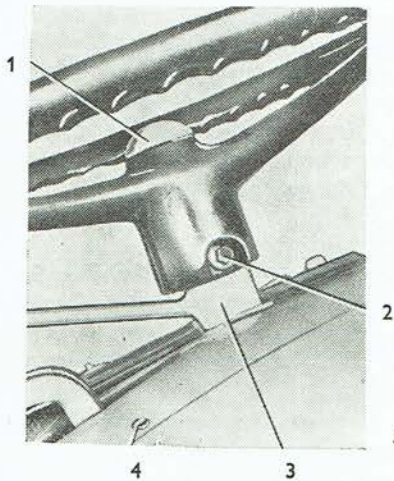

Abb. 88
6. Die Lenkradabdeckung (Abb. 88/1) ist abzunehmen, der Splint zu entfernen, die Kronenmutter aus der Welle auszuschrauben und das Lenkrad mit Hilfe des Lenkradabziehers abzuziehen.
7. Die Ölablaßschraube (Abb. 88/2) ist aus der Öffnung, durch die Öl ins Lenkgehäuse eingegossen wird, auszuschrauben (die Ölmenge im Lenkgehäuse beträgt 1,6 Liter.)
- schraube an der Schelle des Kraftstoffreglerhebels (Abb. 88/3) ist zu lockern. Durch Abziehen des Kugzapfenhebels wird die Zugstange der Kraftstoffregelung gelöst.
12. Sechs Schrauben M 5 (Abb. 88/4), die das Paneel zum Behälter festhalten, sind auszuschrauben und das Paneel samt Hebel ist von der Lenksäule abzuziehen.